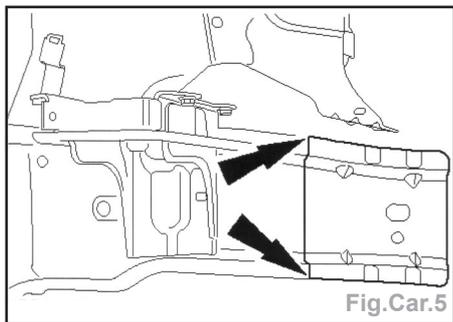

Fig.Car.5
- Reposer le longeron intérieur et le souder (flèche) en cordon continu sous gaz protecteur (Fig.Car.5).